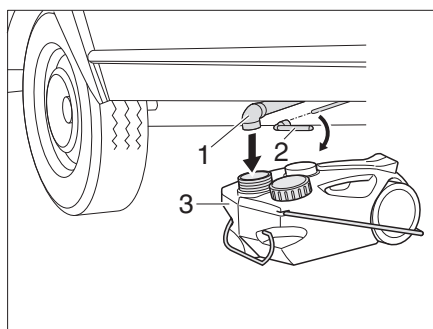

Bild 140 Avloppstank under golv
- Ställ avloppstank, mobil (Bild 140,3) under avloppsrören (Bild 140,1).
- Sätt hylsnyckeln (Bild 140,2) på fyrkanten.